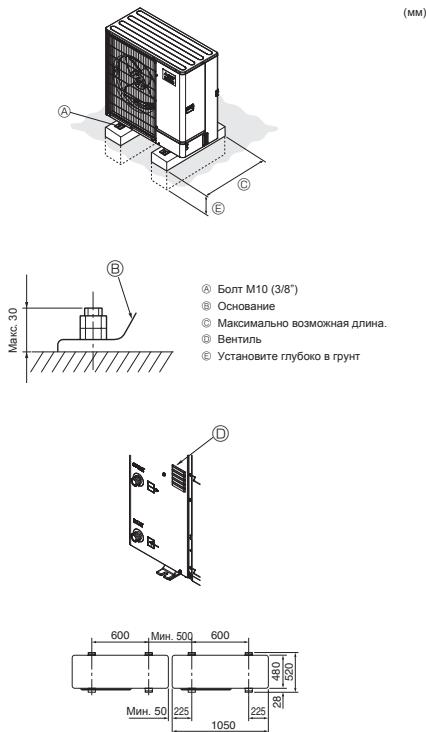

Fig. 3-1
• Обязательно устанавливайте прибор на твердой ровной поверхности для предотвращения его дребезжания во время эксплуатации. (Fig. 3-1) <Требования к фундаменту>